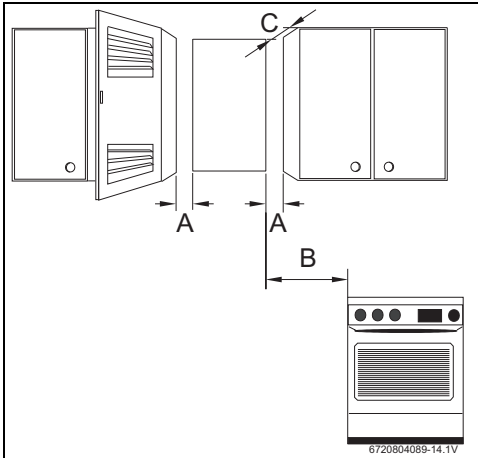

Fig. 19 Distâncias mínimas
- ▶ Respeitar as medidas mínimas de instalação indicadas na Fig. 19.
- ▶ Assegurar o bom acesso nos trabalhos de manutenção, respeitando as distâncias mínimas indicadas na Fig. 19.